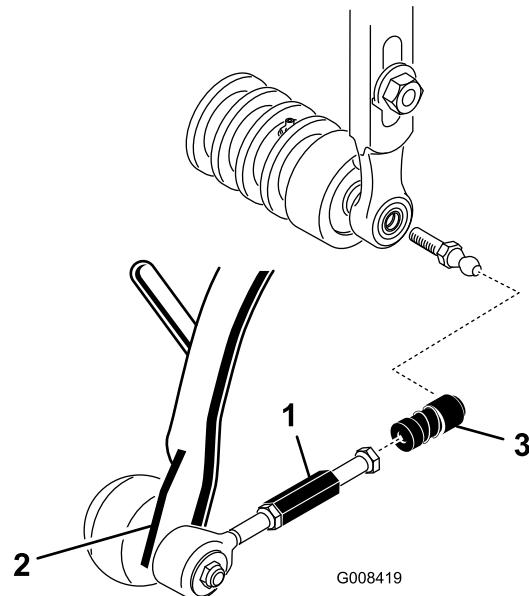

Figura 17
7. Faça deslizar a manga para a junta esférica e engate o receptor na junta esférica da unidade de corte (Figura 17).